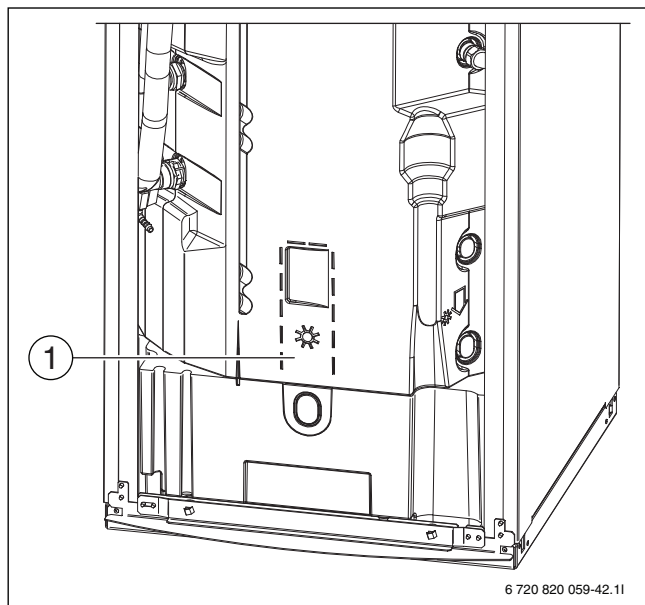

Рис. 22 Расположение датчика температуры TW1 и TS2
- Надрежьте изоляцию на знаке солнечной установки (→ рис. 22, [1]). Следите за тем, чтобы не повредить провод датчика температуры TW1!